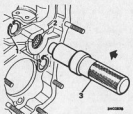

Abb. F.21
42. Werkzeug 18G 1126 (ohne Außenhülse) verwenden um das Mittellaufrollenlager abzutreiben, Abb. F.21.
52. Inneren Sprungring in das Getriebegehäuse einstecken, neues Mittellaufrollenlager mit Werkzeug 18G 1126 einreiben und äußeren Sprungring montieren, Abb. F.21.